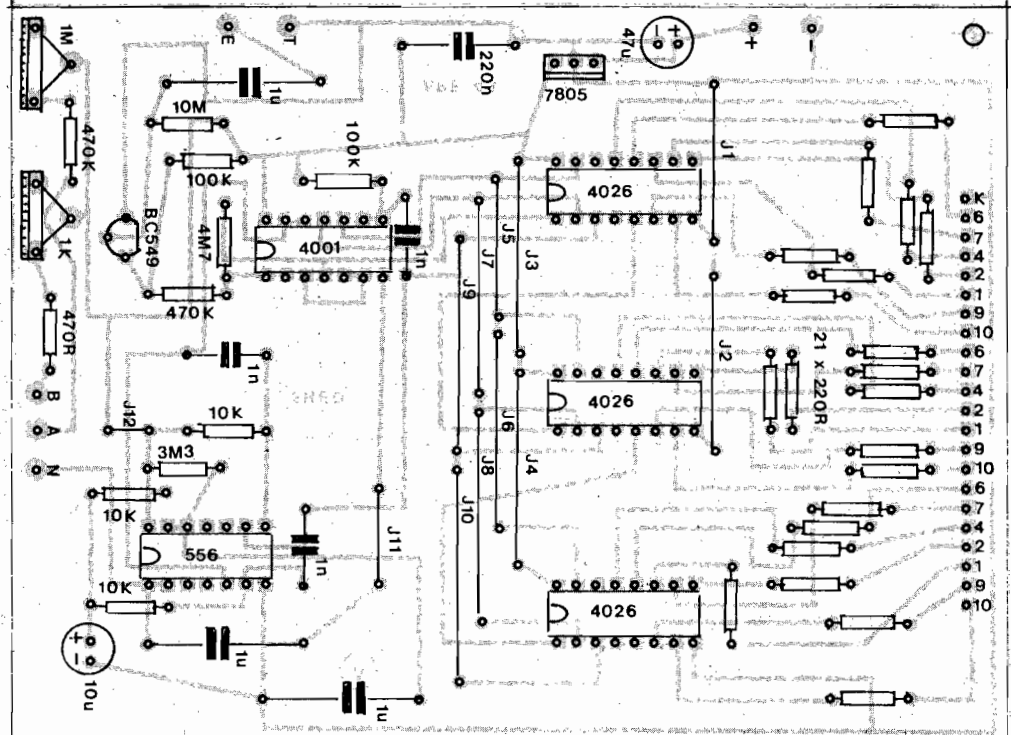

Fig.6
- **FIG. 6 - CHAPEADO DA PLACA "A"** - O outro lado (não cobreado) da placa A, agora mostrando a colocação de praticamente todas as peças do circuito (salvo os **displays**, que ficam na outra placa, e os chaveamentos, externos...). Observar com **MUITA ATENÇÃO** a colocação dos componentes polarizados: Integrados, transistor e capacitores eletrolíticos... Os Integrados estão referenciados pela sua extremidade marcada (o 7805 tem sua lapa metálica voltada para o interior da placa...), o transistor tem, para "ajudar", o seu lado "chato", e